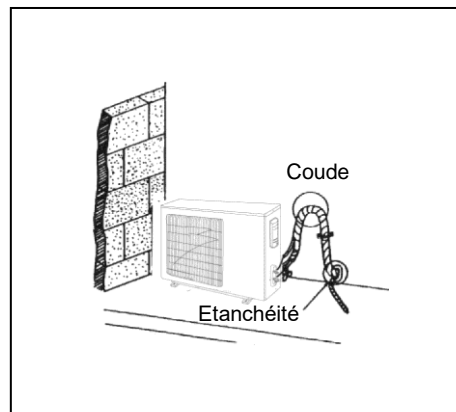

Fig. 16
- b) Tous les tuyaux sont attachés les uns aux autres avec du ruban, coudés et fixés au mur à l'aide des supports-attaches. (Voir la figure 16.)